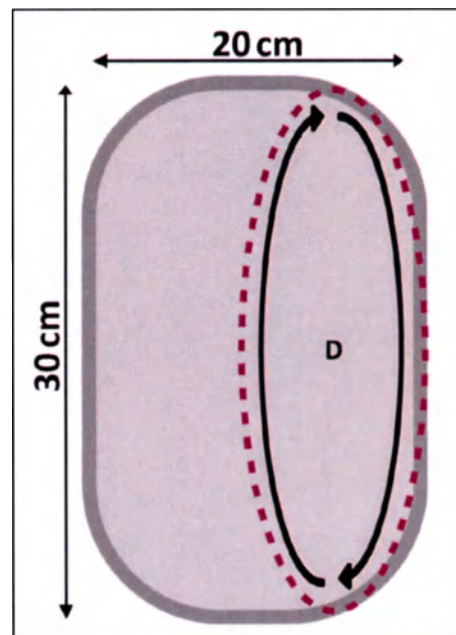

Рис. 33: Обработка сектора «D»
- Обрабатывайте сектор «D» круговыми горизонтальными движениями **по часовой стрелке** (см. Рис. 33) в скользящей манере до тех пор, пока температура поверхности кожи обрабатываемого сектора не поднимется до 43-45°C, или до тех пор, пока пациент не начнёт жаловаться на то, что ему слишком горячо.